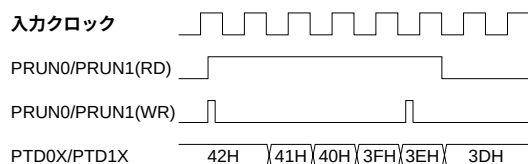

図C.2 RUN/STOP制御のタイミングチャート
- (1) ストップウォッチタイマはレジスタSWRUNへの書き込みに対して、256Hz信号の立ち下がりエッジに同期して実際にRUN/STOP状態となります。したがって、SWRUNに"0"を書き込んだ場合は、"+1"余分にカウントしたところでタイマが停止状態となる場合があります。また、このときSWRUNは実際にタイマがSTOP状態となるまで、読み出しに対して"1"を保持します。
- 図C.2にRUN/STOP制御のタイミングチャートを示します。